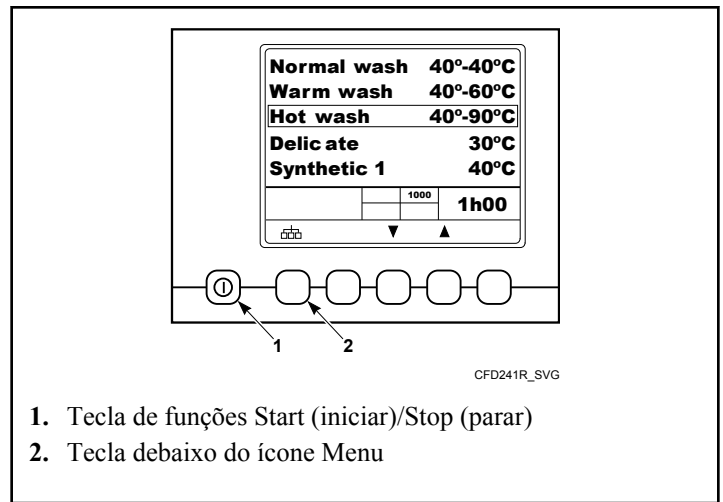

Figura 19
1. Para entrar no Menu Funções, aperte e solte a tecla debaixo do ícone do menu. Consulte a *Figura 19*.
6. Para sair da tela Mudar velocidade de centrifugação, aperte a tecla Start (iniciar)/Stop (parar) Consulte a *Figura 19*.
2. A opção Lavagem dependente da carga pode medir o tamanho da carga com base ou na absorção de água ou no nível de água. Para medir o tamanho da carga com base na absorção de água, aperte a tecla Start (iniciar)/ Stop (parar. Consulte a *Figura 19* .
7. Para sair da tela de lavagem dependente da carga, aperte a tecla Start (iniciar)/Stop (parar). Consulte a *Figura 19* .
9. Para sair da tela de molho, aperte a tecla Start (iniciar)/ Stop (parar). Consulte a *Figura 19* .